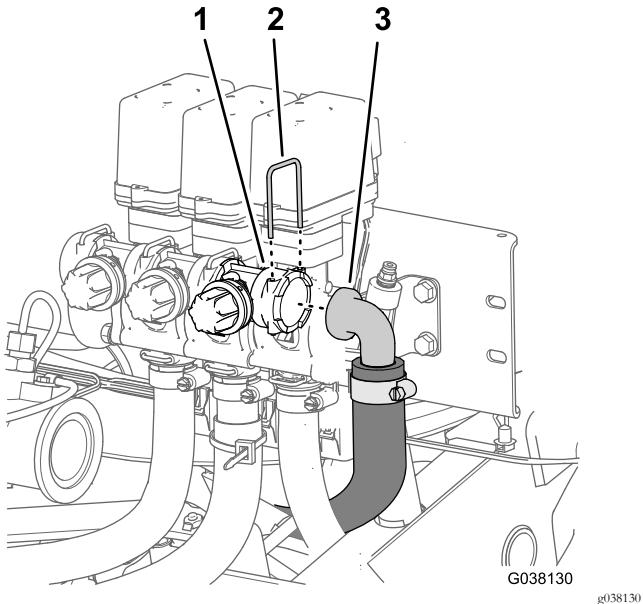

图17
- 从右喷洒臂段阀旁通阀的插槽接头卸下固定旁通软管90°宝塔接头的卡环图17。
- 从旁通阀卸下旁通软管图17。